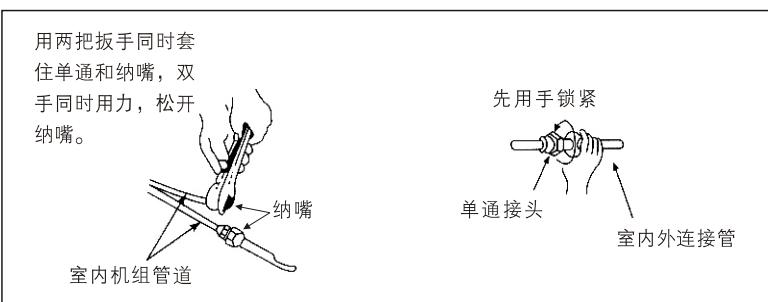

图 20
- (1) 将纳嘴和密封帽拆开, 将铜管尽头的纳嘴松开, 使内藏气体排出, 如图20所示。当纳嘴拆开时, 应将密封帽拆出, 不然制冷剂将不能循环, 压缩机就可能烧毁。
(2) 连接时, 应在单通螺牙及管的喇叭口上涂上少许冷冻润滑油, 以防螺牙损坏, 且按图20所示对准管道拧紧。